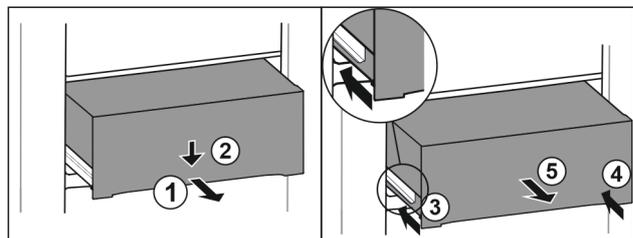

Fig. 71
- ▶ Витягніть ящик на половину. Fig. 71 (1)
- ▶ Спрямуйте висувний ящик вниз спереду. Fig. 71 (2)
- ▶ Вставте ліву рейку приблизно на 2 см. Fig. 71 (3)
- ▶ Вставте праву рейку приблизно на 2 см. Fig. 71 (4)
- ▶ Вийняти висувний ящик рухом вперед. Fig. 71 (5)